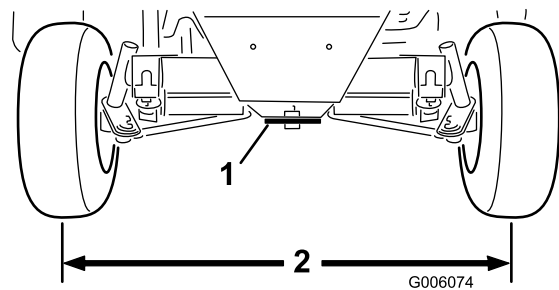

Bild 57
2. Lösen Sie die Sicherungsmuttern an beiden Zugstangen. Stellen Sie die beiden Zugstangen so ein, dass der Abstand von Mitte zu Mitte an der Vorder- und der Rückseite der Hinterräder gleich ist (Bild 57).